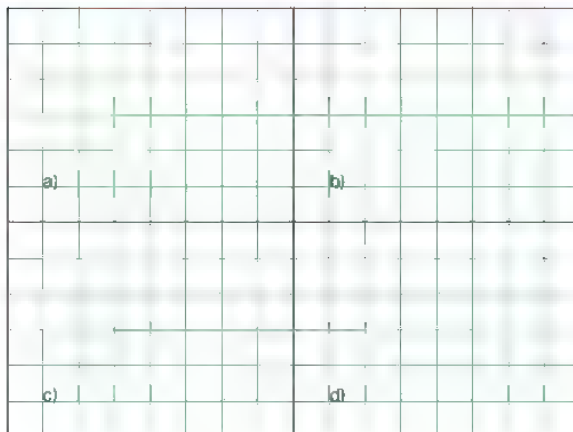

Bild 2: Betriebsmittel des Bedienfeldes
- Zeichnen Sie die Schaltzeichen der Betriebsmittel zu **Bild 2** (Öffner und Schließer beachten).
- Geben Sie die Namen der Betriebsmittel (**Bild 2**) in englischer Sprache an.